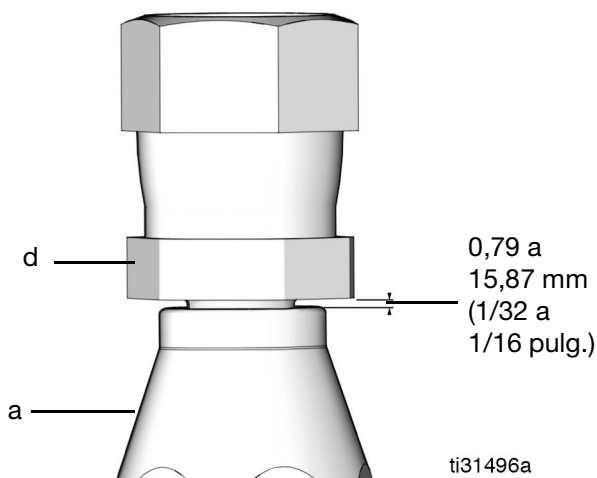

FIG. 66
8. Deje una holgura de 0,79 a 15,87 mm (1/32 a 1/16 pulg.) entre el casquillo (a) y la tuerca hexagonal (d) (FIG. 66).